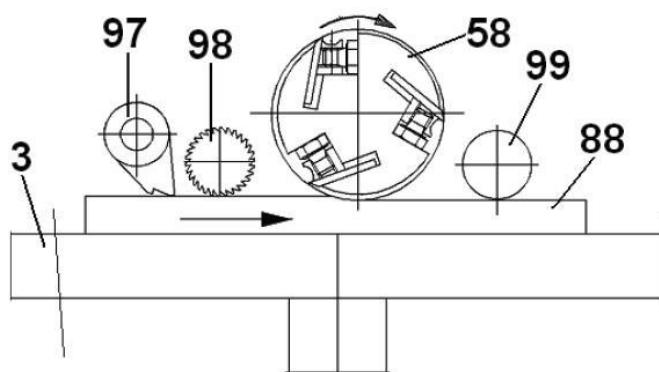
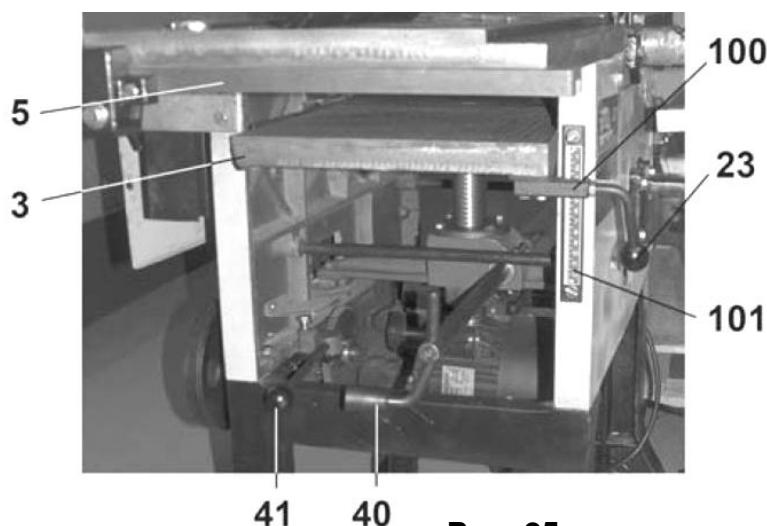

Рис. 24
Рис. 25
- Правильно установленное положение ножей (89) (Рис. 22) считается то положение, когда каждый нож (89) (Рис. 22) в самой верхней точке находится на одном уровне с приёмным столом (5) (Рис. 25) или выше него, но не более чем на 0,05 мм. Для равномерной нагрузки на узлы и детали станка и качественной обработки заготовки все три ножа (89) (Рис. 22) должны быть выставлены точно.
- Стругание в размер по толщине заготовки (рейсмусовый станок) (88) (Рис. 24) производите на нижнем рабочем столе (3) (Рис. 24) с верхним расположением рабочего вала (58) (Рис. 24). Для строгания заготовки в размер по толщине на заготовке первоначально выполните выравнивающее строгание (фугование) базовой поверхности. На поверхность рабочего стола (3) (Рис. 24) кладётся фугованная поверхность заготовки (88) (Рис. 24).
- Перед строганием промерьте толщину заготовки по всей длине. По шкале (101) (Рис. 24) установите максимальную толщину заготовки (88) (Рис. 24), для чего рычагом (23) (Рис. 24) ослабьте фиксацию положения рабочего стола (3) (Рис. 25); вращением вправо/влево ручки (40) (Рис. 25) переместите рабочий стол (3) (Рис. 24) вверх/вниз, положение зафиксируйте рычагом (23) (Рис. 25).
- Для включения автоматической подачи ручкой (41) (Рис. 25) введите в зацепление шестерни редуктора
- Для строгания подавайте толстым концом заготовку (88) (Рис. 25) навстречу вращению рабочего вала 58 (Рис. 25) со стороны приёмного стола (5) (Рис. 2, 24) до захвата её подающим роликом (98) (Рис. 24). Надёжное положение заготовки (88) (Рис. 24) на рабочем столе (3) (Рис. 24) и равномерная скорость автоматической подачи заготовки (88) (Рис. 24) обеспечивается антиотбрасывателем (97) (Рис. 24), подающим роликом (98) (Рис. 24) и приёмным роликом (99) (Рис. 24).